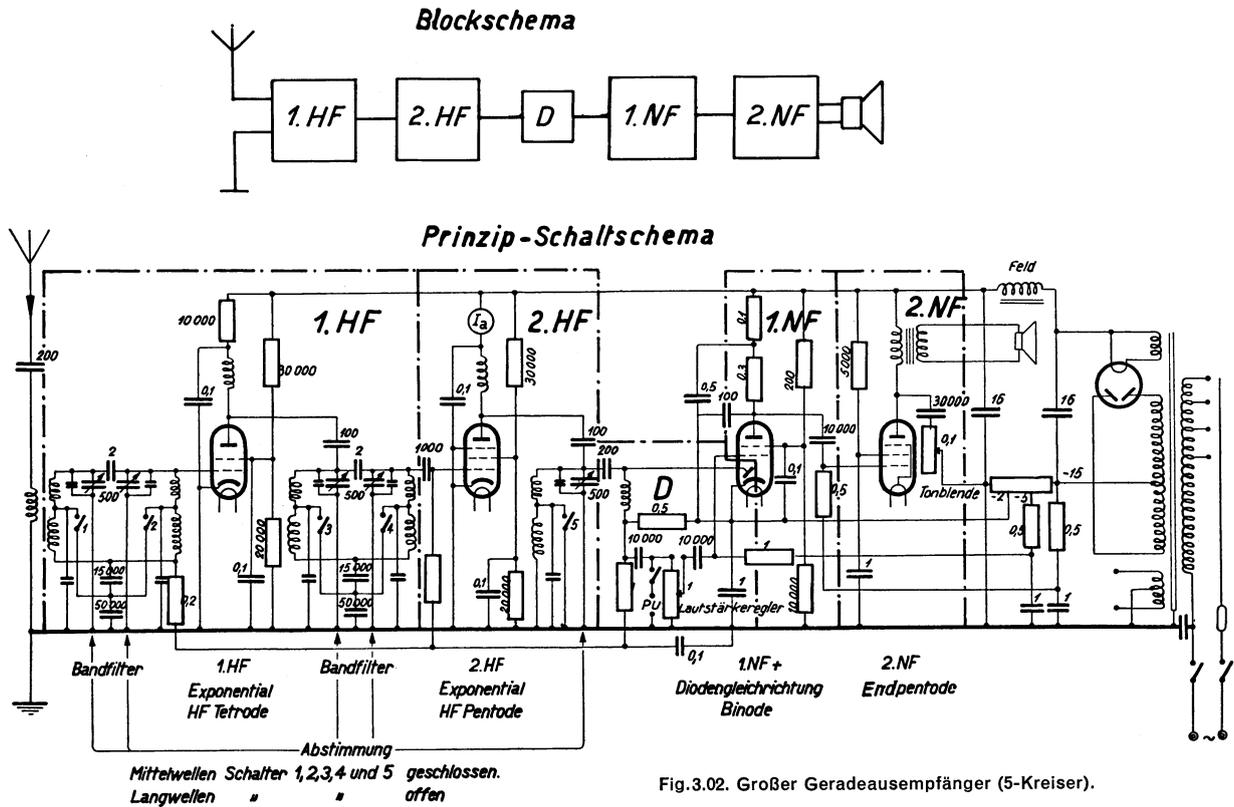

Fig.3.02. Großer Geradeausempfänger (5-Kreiser).
1. **Großempfänger** für Fernempfang (5-Kreiser, Fig.3.02).